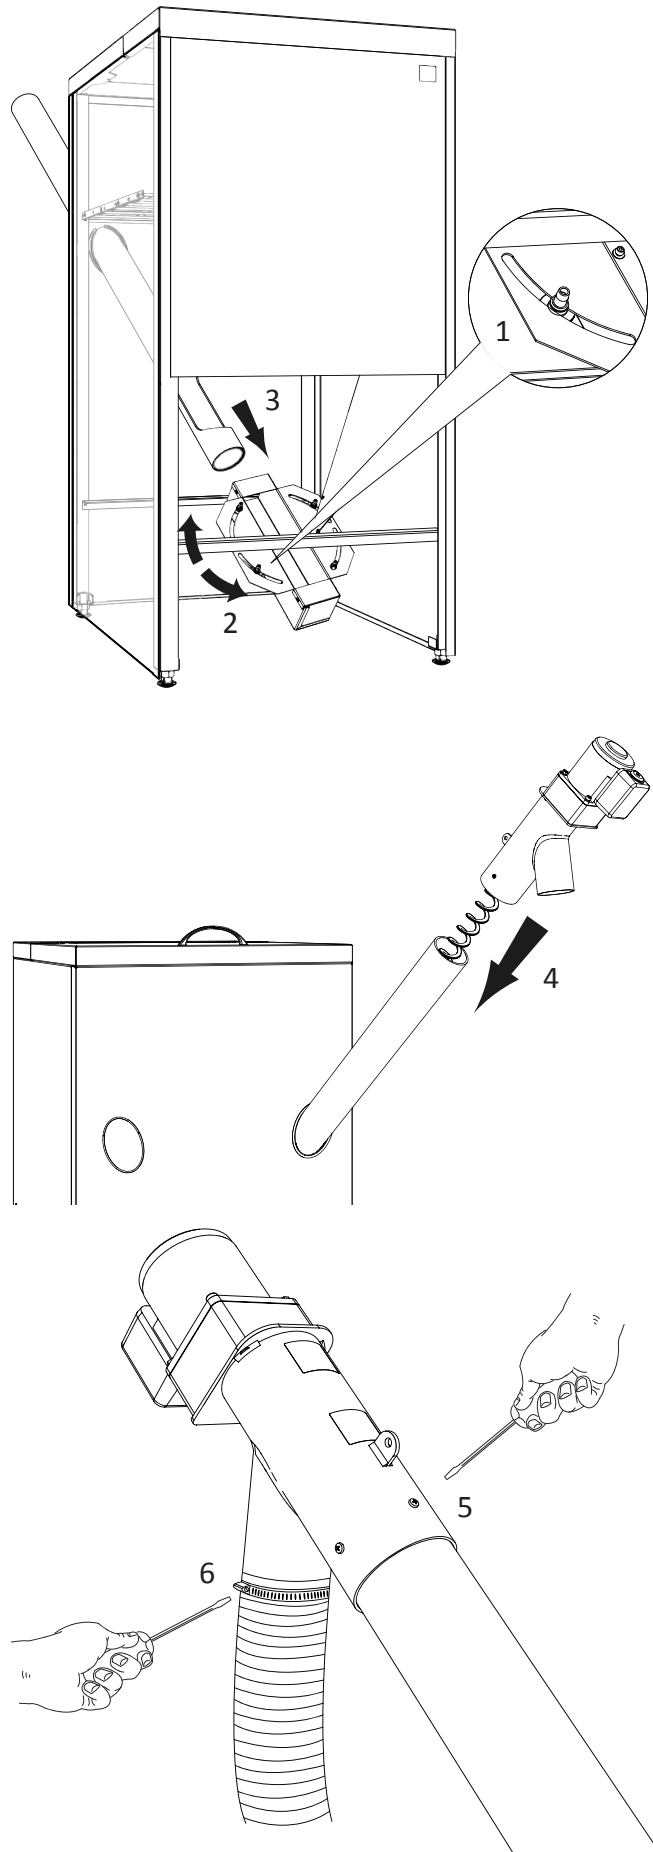

Fig. 8 Installation af sæt
2. Løsn fastgørelsesskruer af magasinets drejegræb (Fig. 8 position.1) og drej græbet maksimalt til venstre eller højre – afhængig af sneglens placering (Fig. 8 position 2).
3. Indfør sneglens transportrør i den tidligere lavet montageåbning (Fig. 8 position 3) (for en præcis indstilling) derefter strammes skruerne på drejegræbet.
1. Indfør sneglens spiral i transportrøret (Fig. 8 position 4).
3. Monter den fleksible plastslange til sneglens forbindingsled og til brænderens påfyldningsrør ved hjælp af spændebånd (Fig. 8 position 6).
5. Efter bestemmelsen af den optimale hældningsgrad af snøglen, bor for i plastrøret ved hjælp af det vedlagte bor derefter stram dem ved hjælp af de vedlagte skruer (Fig.8 position 5).